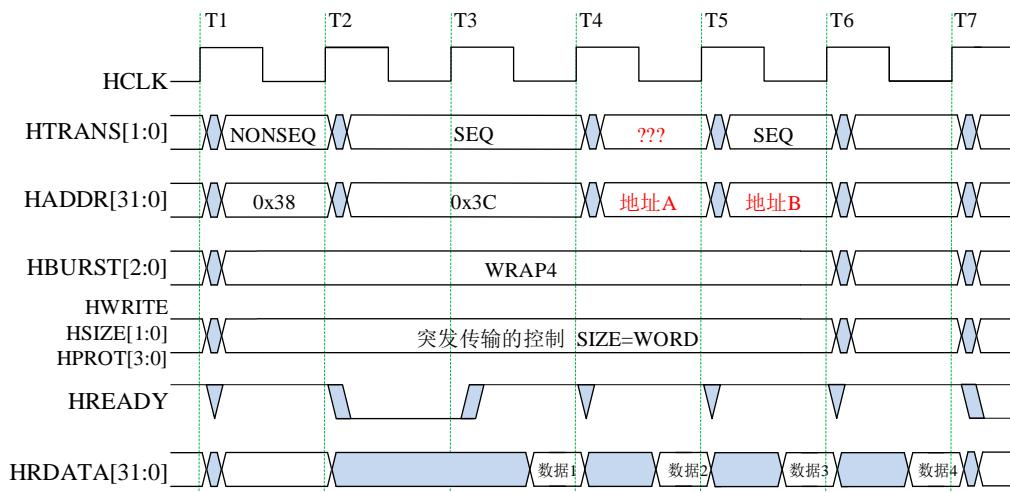

图 2 某 STM32 系统的总线操作示意图
44、参考附录 3，分析图 2 中总线操作时序。回答下列问题。